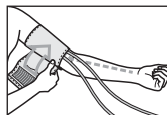

Рис. 4
2. Наденьте манжету на левую руку, при этом трубки манжеты должны быть направлены в сторону ладони (рис. 4). Если измерение на левой руке затруднено, то измерять можно на правой руке. В этом случае необходимо помнить, что показания могут отличаться на 5-10 мм рт. ст.